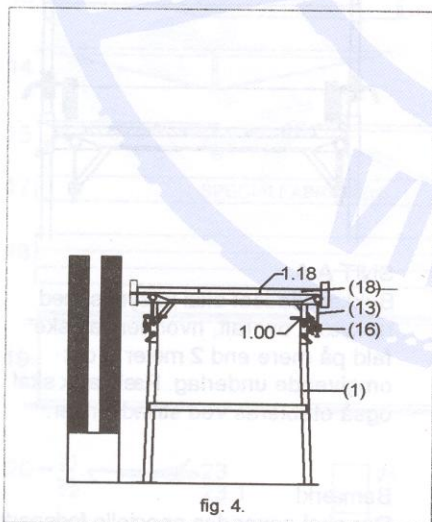

fig. 4.
4.3.0 Gulvhøjde fra 1.10 til 1.90 meter (fig. 4 og 5).